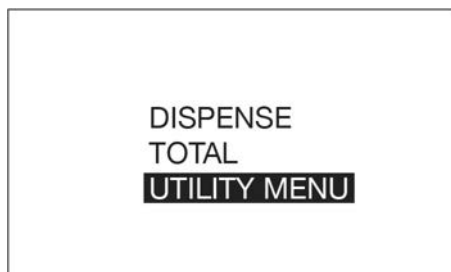

FIG. 23
- Utiliser la touche fléchée HAUT ou BAS du clavier pour mettre le menu UTILITY (Utilitaire) en surbrillance (FIG. 23) puis appuyer sur la touche ENTRÉE sur le clavier pour sélectionner le menu UTILITY (Utilitaire).